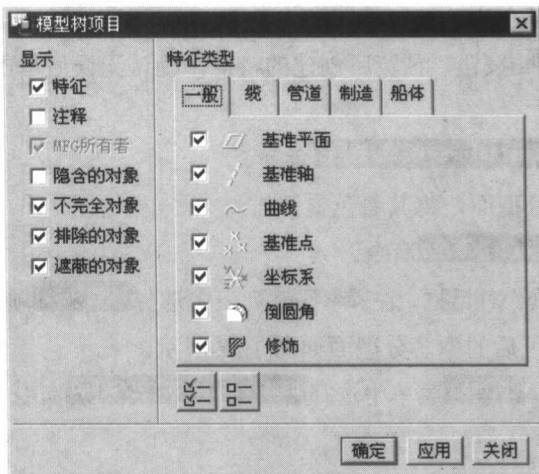
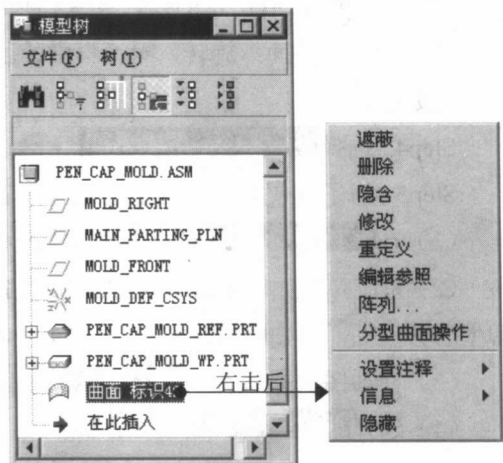

图 1.34 “模型树项目”对话框
图 1.35 查看分型面特征
(1) 选择下拉菜单 **视图(V)** → **模型树设置(T)** → **项目显示(I)** 命令。
(2) 在系统弹出的如图 1.34 所示的“模型树项目”对话框中，选中 ☒ **特征** 复选框，单击 **确定** 按钮，此时模型树中便显示出分型面特征的标识（如图 1.35 所示），可在模型树中右击该曲面特征，从弹出的快捷菜单中选择曲面的“**删除** (Delete)”、“**重定义** (Edit Definition)”等命令，对该曲面进行相应的操作。